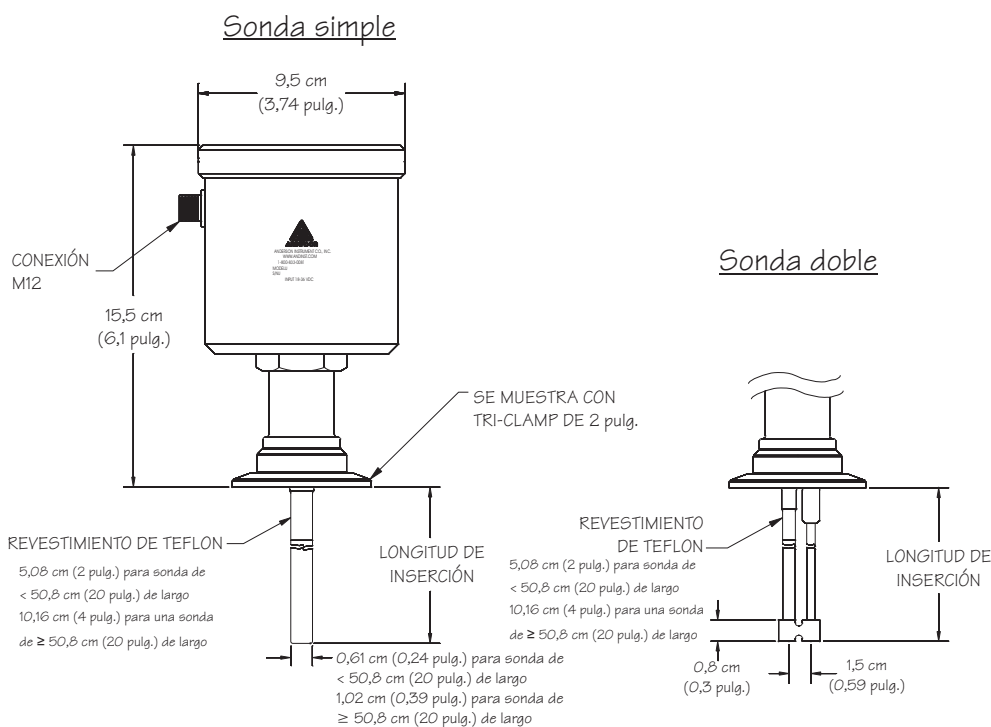

Figura 1
3. Llene el recipiente hasta que el nivel haga contacto con la sonda. Ajuste el DESPLAZAMIENTO hasta que la señal de salida sea de 4,0 mA (consulte la Figura 1).
3. Llene el recipiente hasta alcanzar el nivel máximo deseado. Ajuste el INTERVALO hasta que la señal de salida sea de 20,0 mA (consulte la Figura 1).